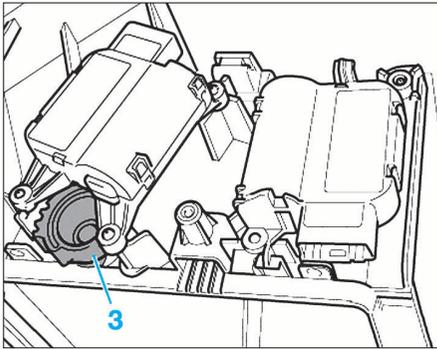

FIG. 41
- Avant la repose du servomoteur, vérifier les bonnes positions du volet de pression dynamique dans les puits d'aspiration et le pignon (3) (Fig.41).